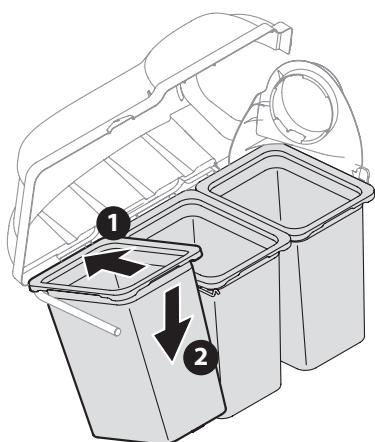

Figura 15
9. Instale los bolsa de césped conjunto (3) (664-05104), con el panel de malla apretado orientado hacia el tractor, sobre las ménsulas de soporte de las bolsas insertando el borde delantero primero (1), como se ve en la Figura 15, y ajustando el borde posterior hacia abajo (2) hasta que calce en el conjunto.